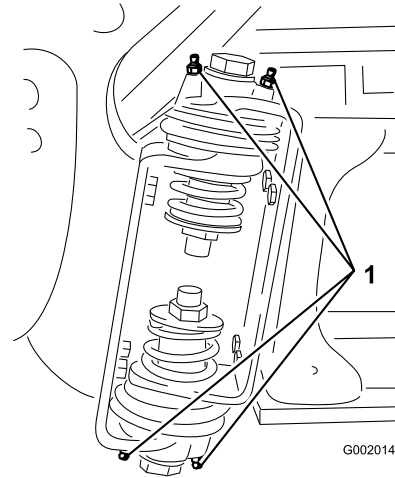

Bild 41
2. Pressen Sie Fett in die Lager oder Büchsen jedes Anschlussstückes Bild 41.